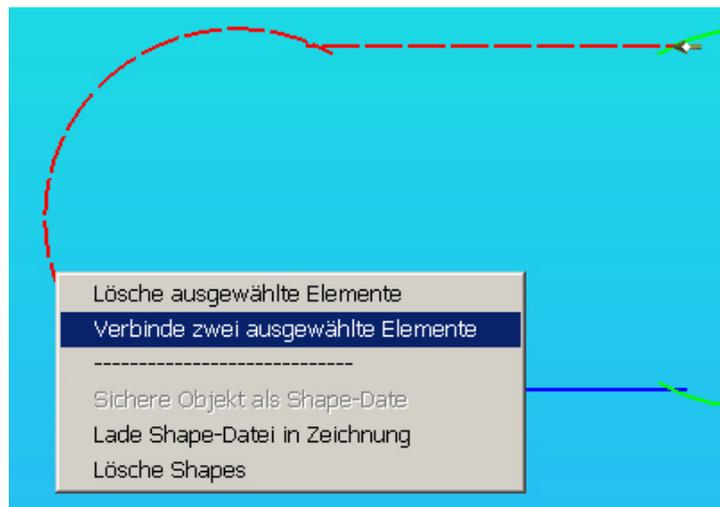

Abb. 1.46: PopUp-Fenster zum Verbinden von zwei Elementen
- ◆ Rechter Mausklick an einer freien Stelle des Grafikbereichs, wodurch das folgende PopUp-Fenster geöffnet . Wir wählen die Option *Verbinde zwei ausgewählte Elemente*, wodurch diese blau hinterlegt wird (*Abb.: 1.46*). Sobald wir mit der linken Maustaste auf diese